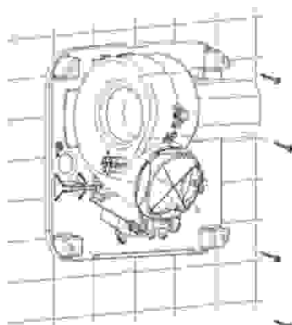

Fig. 7
3. Wkręć cztery dostarczone śruby tak, by dobrze zamocować podstawę suszarki do ściany (patrz Rys. 7).